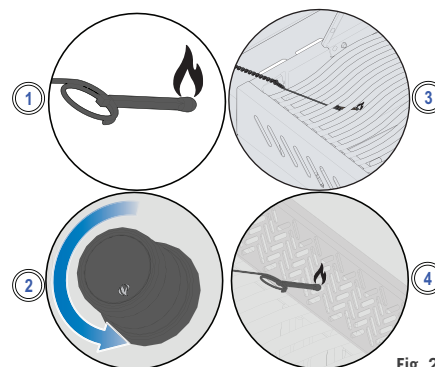

Fig. 2
2. Passer l'allumette allumée à travers les grilles de cuisson et saisir les plaques en tournant le brûleur correspondant le bouton de réglage est trop haut. (Fig. 2)